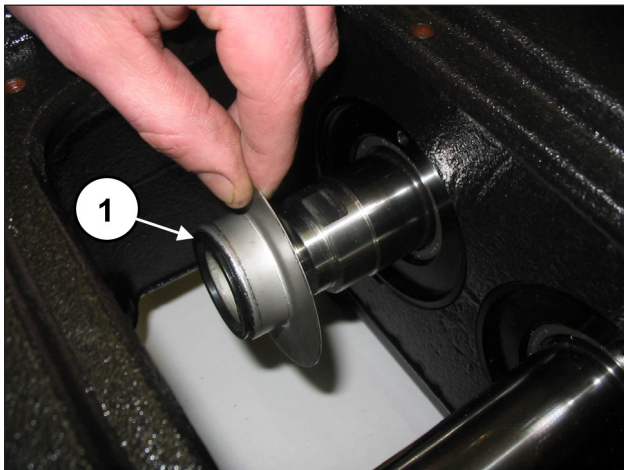
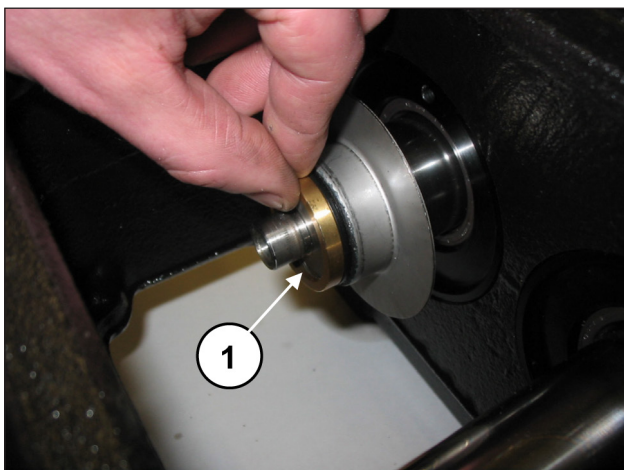

Рис. 97
Рис. 98
Поместите брызговик и распорное кольцо брызговика в их посадочное место на штоке направляющей поршня (поз. ①, Рис. 97 и Рис. 98).